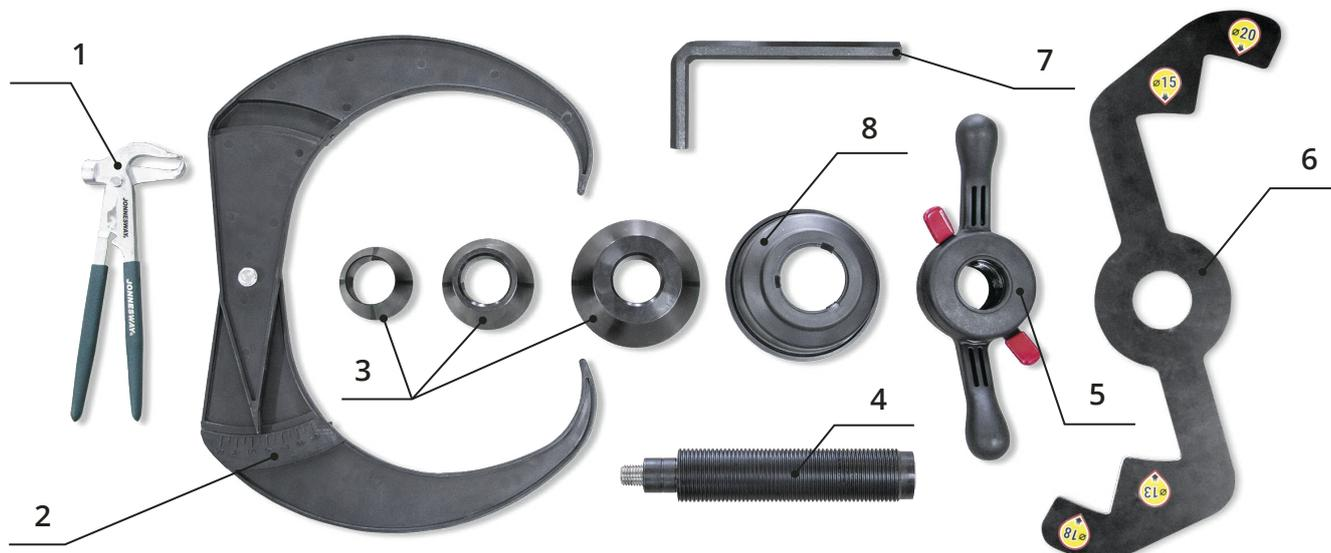

Рис. 2. Комплект оснастки.
4.1 Конструктивно станд колес представлен совокупностью агрегатов и узлов, смонтированных в соответствии с функциональными связями в металлическом корпусе, установленном на плоском основании с выполненными отверстиями для жёсткого закрепления станда на полу, что обеспечит снижение уровня вибрации и точное выполнение операции балансировки. Внешний вид станда приведен на **рис. 1**, комплект поставки приведен на **рис. 2**.
4.7 Кронциркуль, входящий в комплект поставки (см. **рис. 2**), служит для замера ширины посадочного места шины колеса. Размеры после замера вводятся в память стенда для балансировки конкретного колеса и, сохраняясь в памяти, могут быть ис-